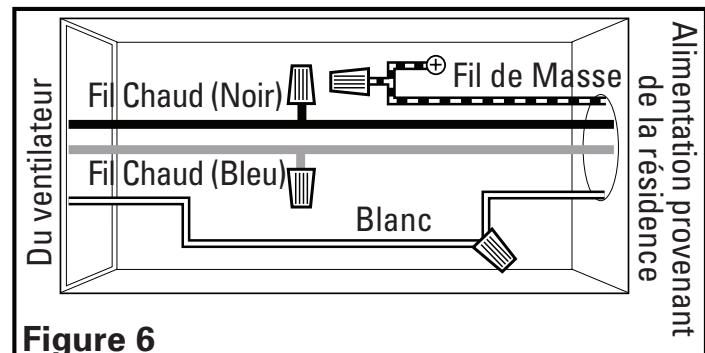

Figure 6
- Compartiment de Câblage Intérieur :** Par là où vous avez accès à l'intérieur de la boîte de jonction du ventilateur, raccorder le fil blanc de la maison au fil blanc du ventilateur. Raccorder un fil vivant (noir) provenant de la maison au fil noir du ventilateur (celui-ci pour le contrôle du ventilateur). Raccorder le second fil vivant (bleu) provenant de la maison au fil bleu du ventilateur (celui-ci pour le contrôle de la lampe calorique). Raccorder le fil de mise à la terre de la maison au fil vert du ventilateur (Figure 6). Utiliser des méthodes de raccordement approuvées pour toutes les connexions.